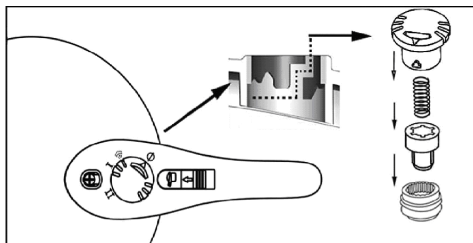

Fig.13
Specjalny demontaż odbywa się w następujący sposób: (rys. 13)
- przestawić zawór roboczy do pozycji „ ϕ ”, wymontować go, zdemontować w odpowiedniej kolejności pokazanej na rys. 13, a następnie oczyścić;
- Roboczy zawór ciśnieniowy: wyjmij ręcznie zawór ciśnieniowy i wyczyść go (patrz rys. 13)